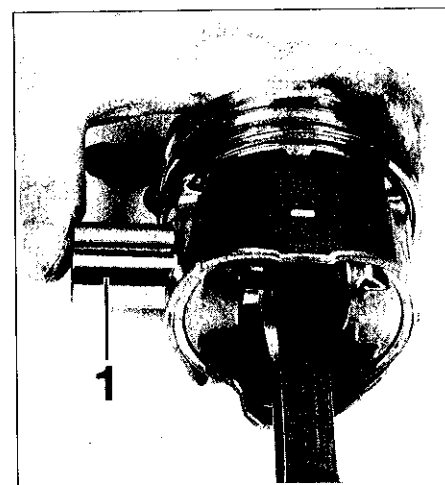
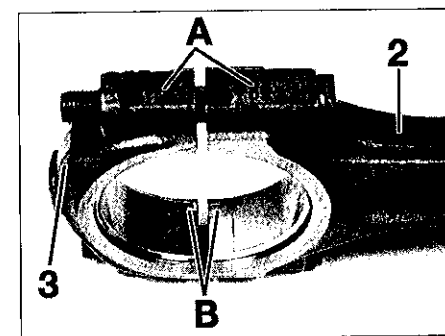

FIG.56
FIG.57
- Effectuer l'assemblage de chaque ensemble bielle-piston, en huilant les axes (1) (Fig.56) en respectant le sens de montage de la bielle par rapport au piston. Les repères (A) doivent se trouver du côté échappement et correspondent à ceux des chapeaux de bielle (Fig.57).
- Monter dans leur chapeau, les coussinets huilés suivant la classe déterminée pour chaque maneton. Ils doivent parfaitement être centrés sur la bielle (2) et le chapeau (3). Les encoches (B) doivent être alignées et se trouver au côté opposé aux repères (A) (Fig.57).